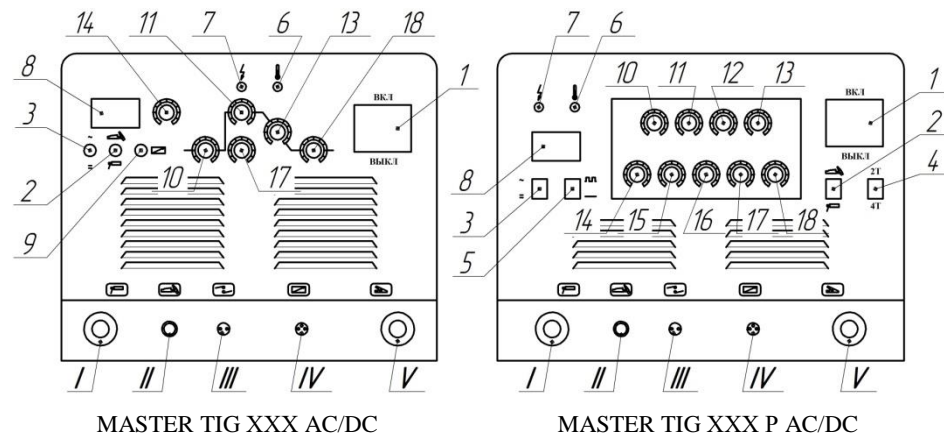

Рис.1. Органы управления и индикации аппаратов.
- Подключить силовой разъем держателя электродов к разъему I сварочного аппарата (Рис. 1).